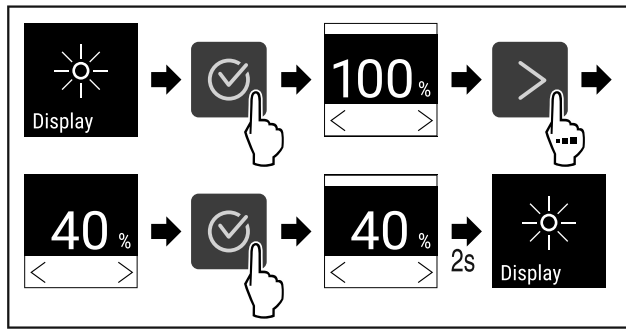

Fig. 72
- ▶ Suorita toimenpidevaiheet (katso Fig. 72) .